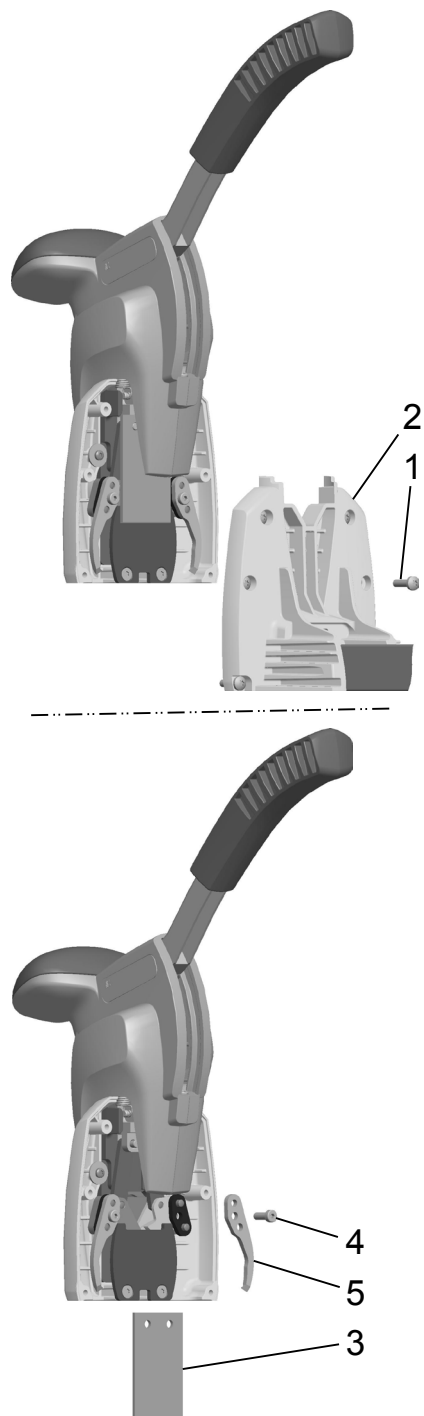

Fig. 10
- Enlever les six vis (Fig. 10/1) à l'arrière du boîtier.